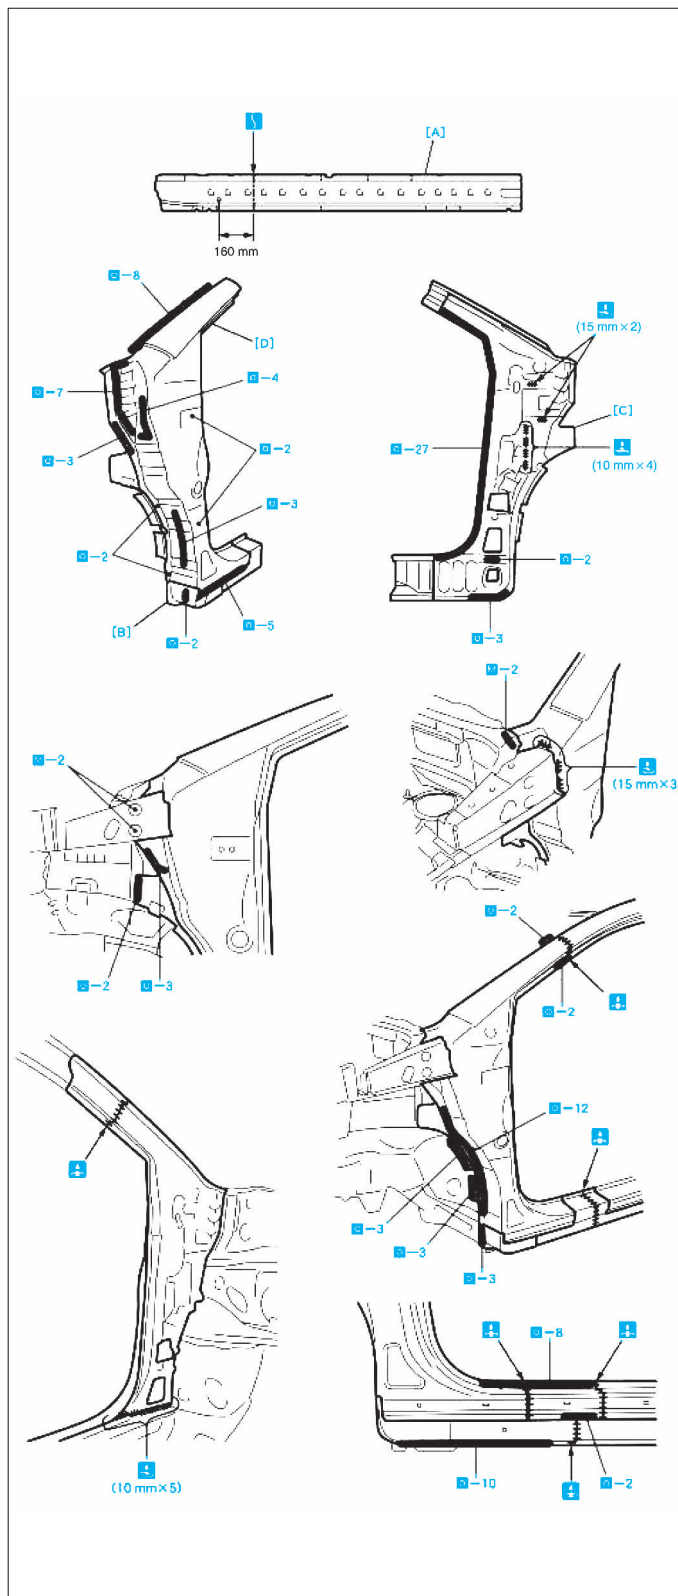

FIG. 18
- Après la soudure (Fig.18), appliquer de la mousse en polyuréthane sur les pièces correspondantes.